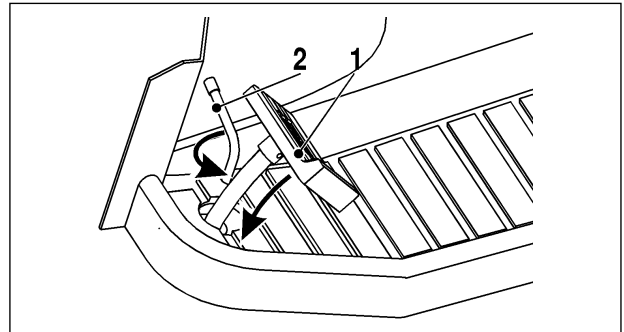

Fig. 14
3. Appuyer sur la pédale de frein et la maintenir entièrement enfoncée (fig. 14, pos. 1).
## FREIN (FIG. 14)
Le levier de frein de parking est utilisé pour bloquer la pédale de frein en position frein (fig. 14; pos. 2).
Ne jamais descendre une pente en roue libre. A l'arrêt, enfoncer la pédale de frein et la bloquer (fig. 14, pos. 1,2)